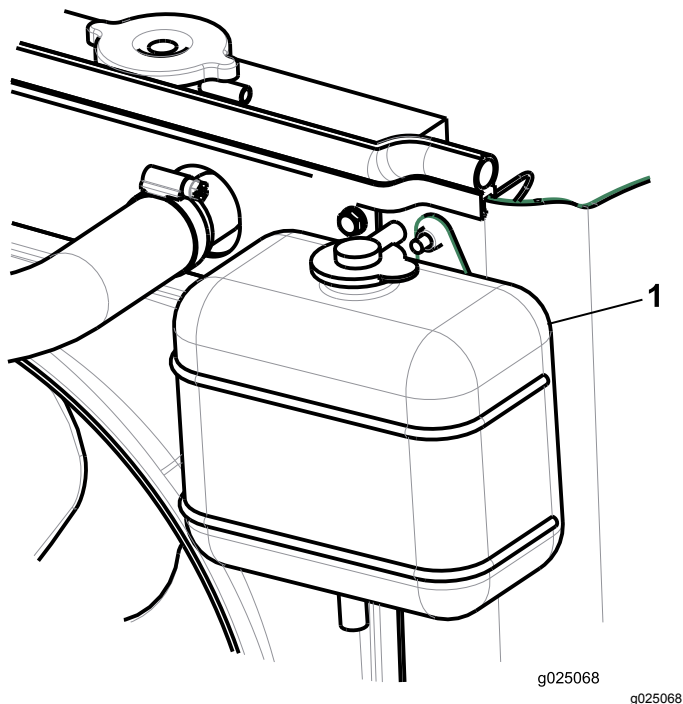

Figure 22
2. Vérifiez le niveau du liquide de refroidissement dans le vase d'expansion (Figure 22).